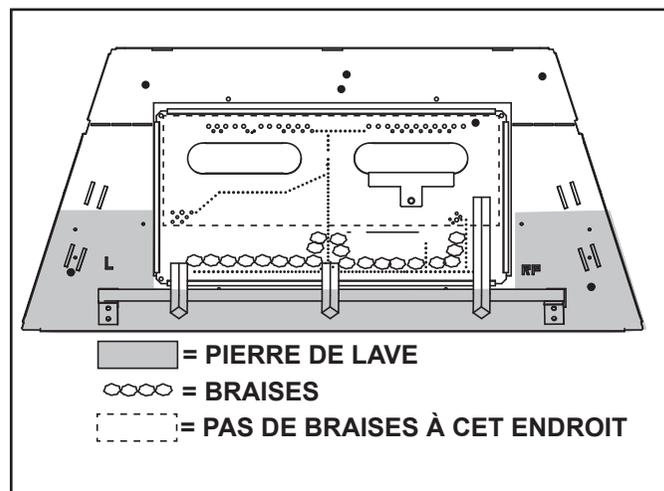

Figure 11.3 Disposition des braises
Placez une fine couche de pierre de lave dans la région désignée à la Figure 11.3.
Voir la figure 11.3. Placez une petite quantité de braises de 13 mm (1/2 po) sur le dessus du brûleur. Prenez soin à ne pas couvrir les orifices du brûleur. Il n'est pas nécessaire d'utiliser le sac en entier. Conserver le reste pour un usage ultérieur.
- Placez les morceaux de braise Glowing Embers® de la taille d'un dix sous, immédiatement devant la rampe d'orifices, mais pas sur ou entre les orifices. Voir la figure 11.3. Faire attention de ne pas recouvrir les orifices. Le non-respect de ces instructions peut entraîner des problèmes d'allumage et de suie.